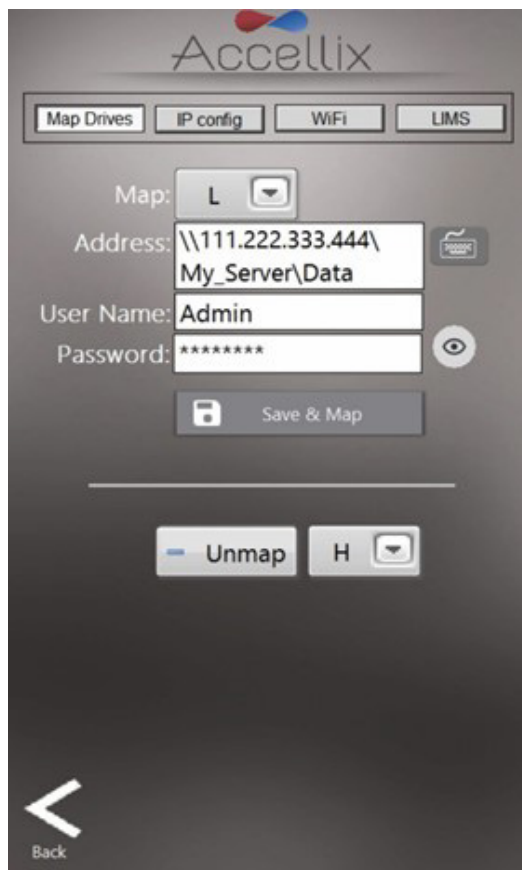

图24：网络屏幕：映射驱动器选项卡
Network（网络）功能 屏幕（图 24）有 4 个选项卡：
1. **Map Drives（映射驱动器）** 选项卡（图 24）允许用户将驱动器号映射到网络驱动器。